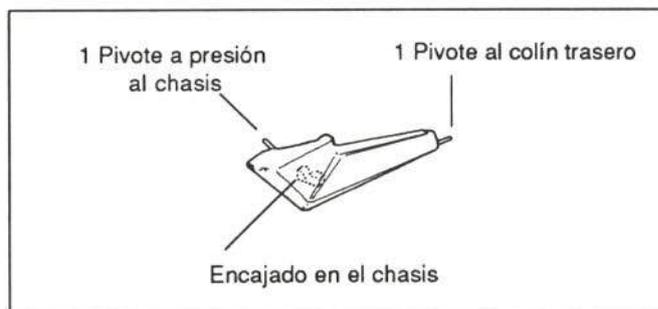

Figura 21.- Unión del carenado central
En la figura 21 se muestra la unión de esta pieza.
- Carenado central (figura 21)